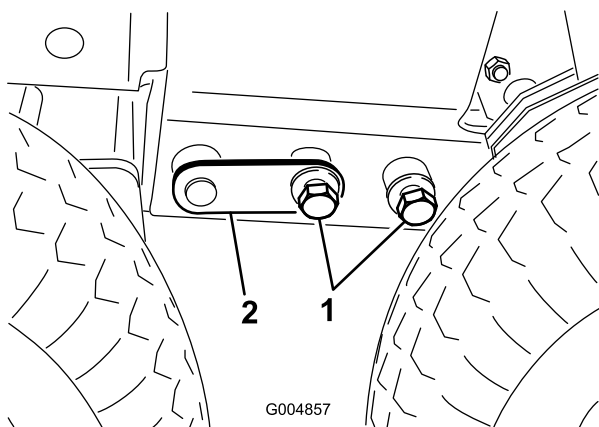

Figura 39
8. Ajuste el gato o balancee la cabina con las manos, según sea necesario, para instalar los pernos (3/4 pulgada) en cada lado (Figura 39). Apriete los pernos a 265 pies-libra (359 N-m).